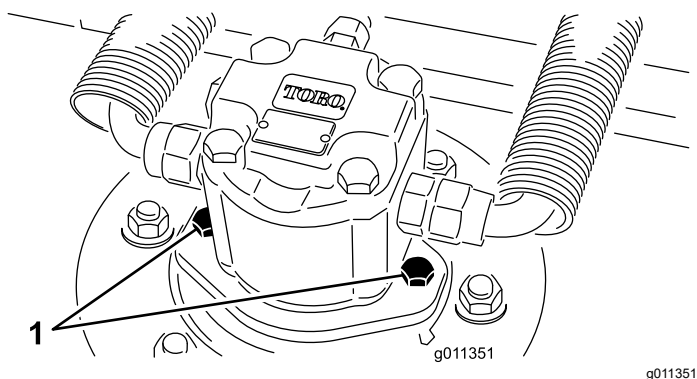

Figura 118
2. Desligue e retire o motor hidráulico da unidade de corte (Figura 118). Cubra a parte superior do eixo para não o sujar.
3. Instale o motor hidráulico na unidade de corte (Figura 118). Verifique se o anel de retenção está posicionado corretamente e não está danificado.